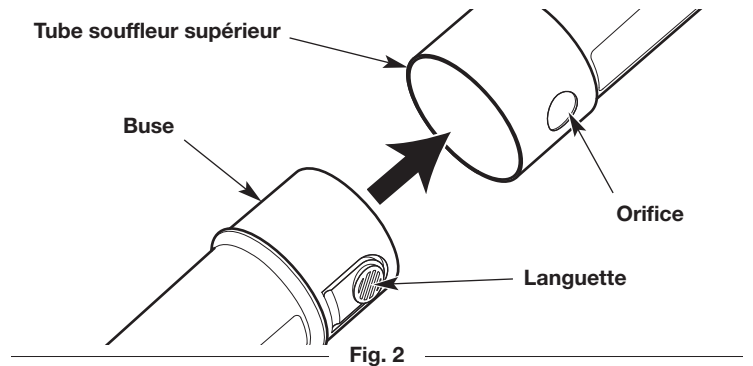

Fig. 2
2. Alignez l'onglet de la buse avec l'ouverture sur l'extrémité supérieure du tube du souffleur (Fig. 2).
3. Insérez la buse dans le tube du souffleur supérieur jusqu'à ce que l'onglet s'enclenche sécuritairement dans l'ouverture (Fig. 2).
2. Enfoncez fermement l'onglet de la buse et retirez la buse du tube du souffleur supérieur (Fig. 2).